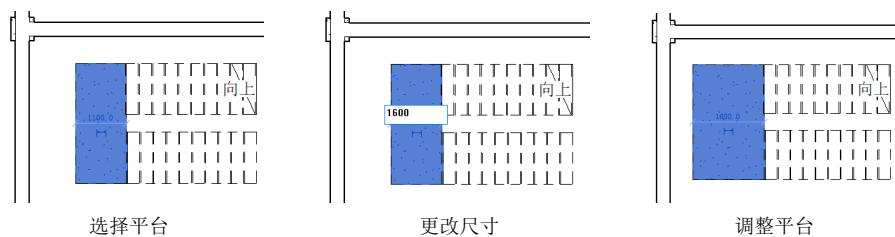

图 12-12 调整平台大小
(15) 选择平台，更改平台尺寸调整平台宽度，如图 12-12 所示。